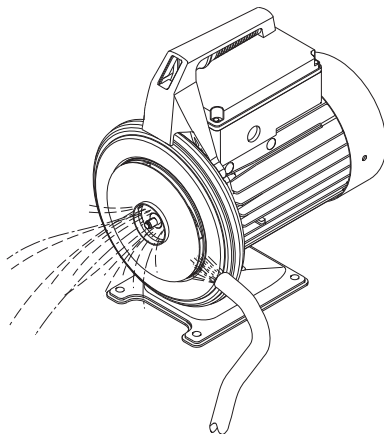

Abb. 7 Reinigen des Laufrads
7. Prüfen, ob das Laufrad (Pos. 49) verschmutzt ist. Falls das Laufrad verschmutzt ist, das Laufrad mit Hilfe einer weichen Bürste oder einem Wasserstrahl reinigen. Siehe Abb. 7.